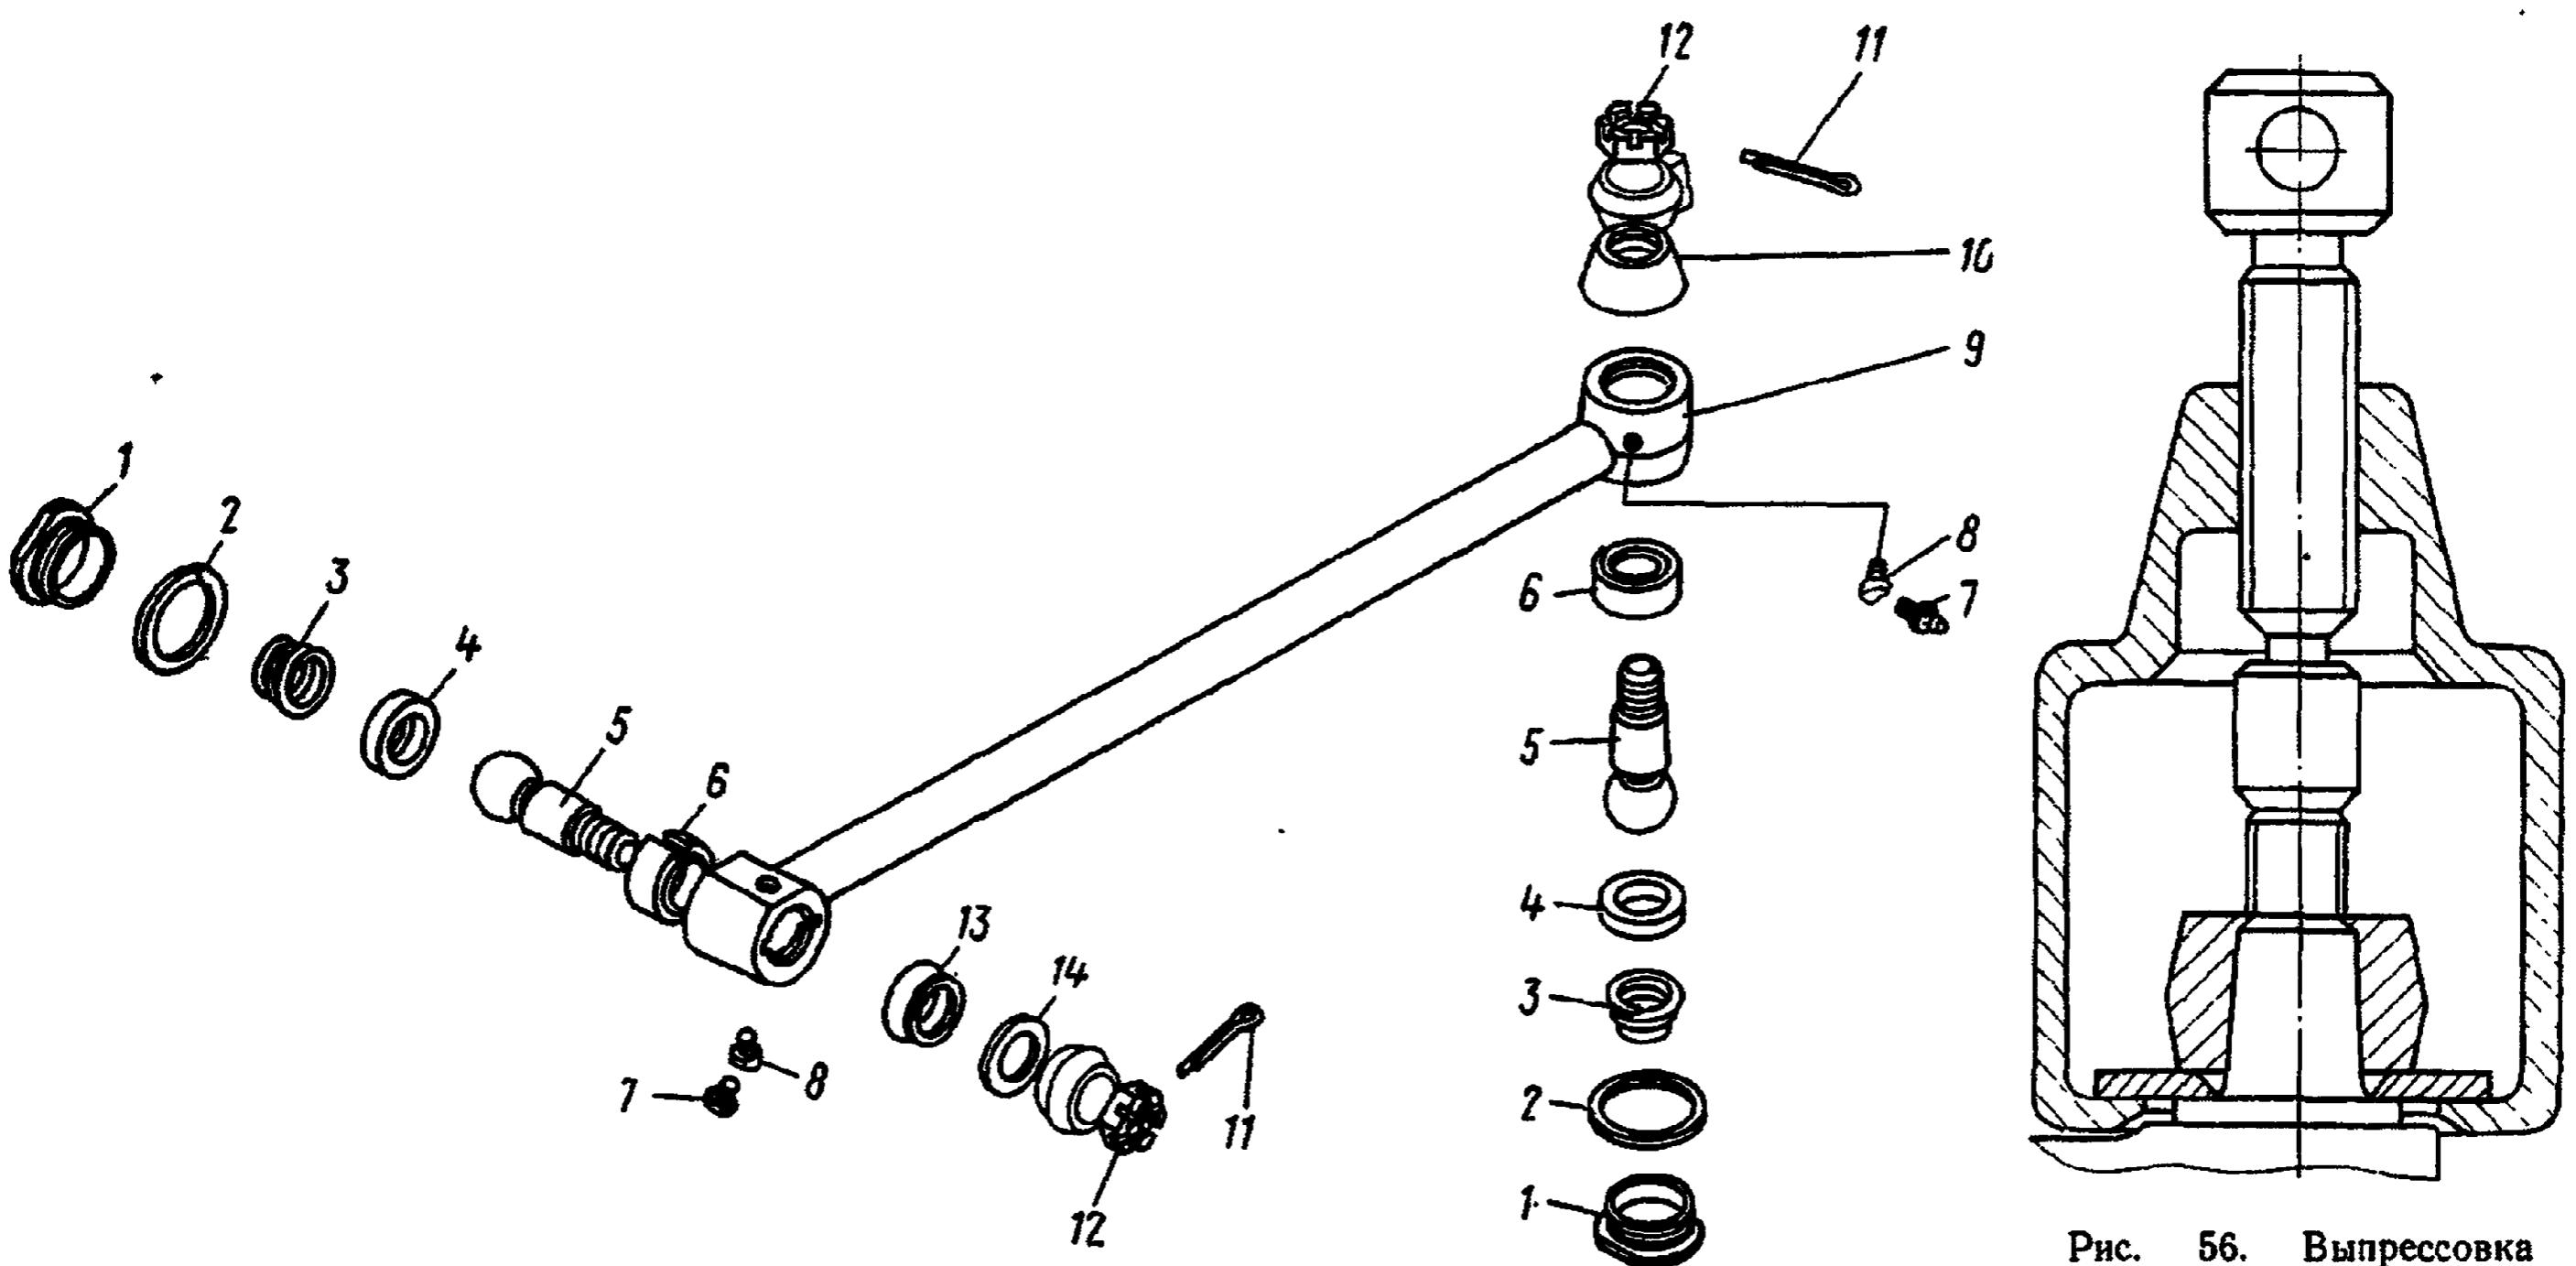

Рис. 55. Тяга сошки рулевого механизма:
2. Расшплинтуйте и отверните гайку 12 (рис. 55) крепления шарового пальца головки тяги сошки со стороны верхнего рычага левого поворотного кулака	Плоскогубцы, сменная головка 36 мм и вороток
4. Выпрессуйте съемником (рис. 56) шаровой палец 5 (см. рис. 55) из проушины сошки, отсоедините головку тяги от сошки и наверните гайку на шаровой палец	Съемник